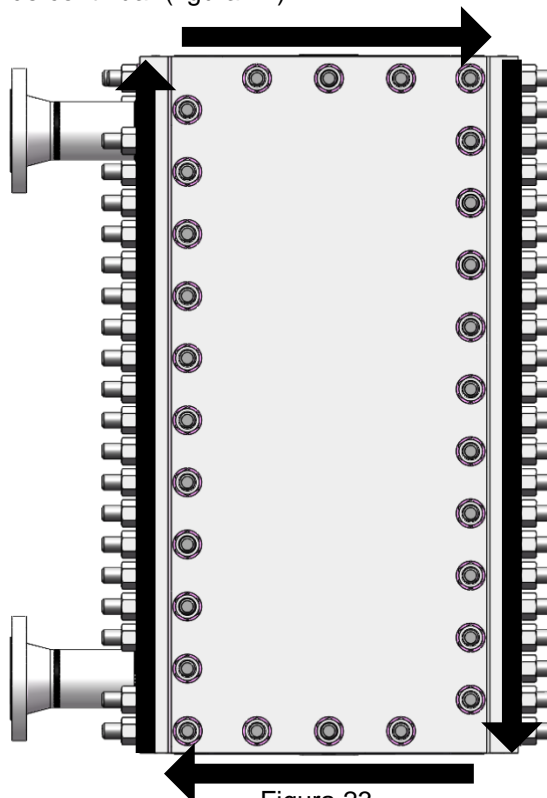

Figura 23
- Siempre con el mismo par, apriete todas las tuercas de cada panel (figura 23).